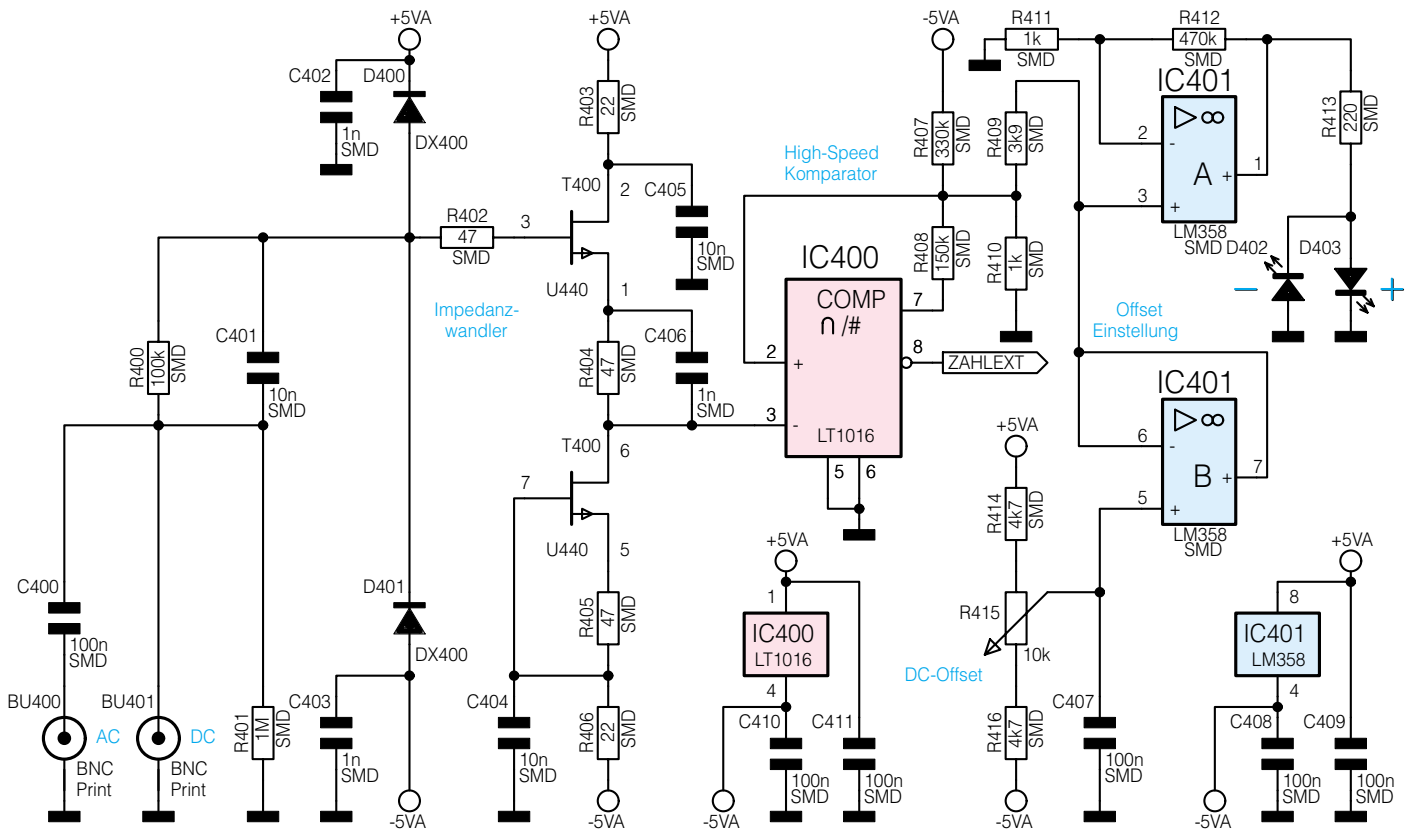

Bild 7: Frequenzzähler-Vorverstärker
Der Frequenzzähler-Vorverstärker (14) für externe Signale ist in Abbildung 7 dargestellt. Der Vorverstärker verfügt über einen DC-gekoppelten Eingang (BU 401) und einen AC-gekoppelten Eingang (BU 400). Der Widerstand R 401 bildet für beide Buchsen den Eingangswiderstand von 1 MΩ. Über die Parallelschaltung aus R 400 und C 401 gelangt das Eingangssignal auf die Impedanzwandlerstufe T 400 mit Peripherie, die kapazitätsarmen Dioden D 400 und D 401 schützen vor zu hohen Eingangsspannungen. Das zwischen Source (Pin 1) und R 404 anstehende niederohmige Signal gelangt auf die High-